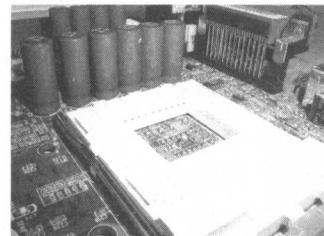

图 1-3
(4) Socket A 插座: AMD Athlon XP/Duron 处理器则是采用的 Socket A 插座(462 个针脚)(如图 1-3), 这是 AMD 独有的技术。